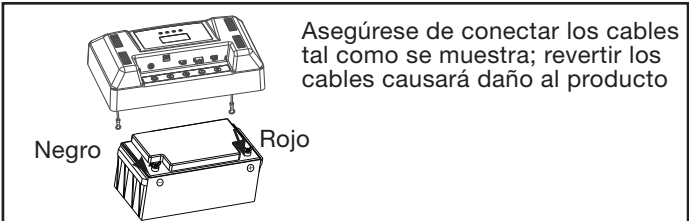

Figura 4 – Conexión de la terminal de la batería
- Conecte los cables de energía del sistema avanzado de notificación de 12 voltios a las terminales de la batería tal como se muestra en la Figura 4. Conecte el cable rojo a la terminal positiva de la batería y luego conecte el cable negro a la terminal negativa de la batería. La pantalla debe iluminarse en este momento. Si se conecta de forma incorrecta, sonará una alarma hasta que se corrija.